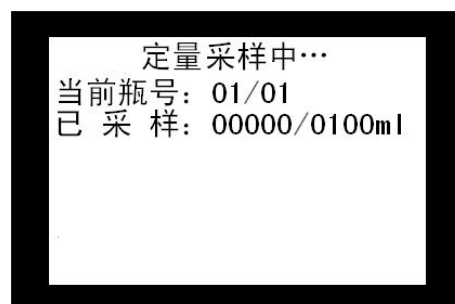

图 28 定量采样界面
- ◆ **立即启动**：按【菜单】键选择此参数项后，按【确定】键，则按当前设定的参数立即启动采样。采样过程中，采样仪处于“忙”状态，不再接受外部指令和操作。如图 28 所示。